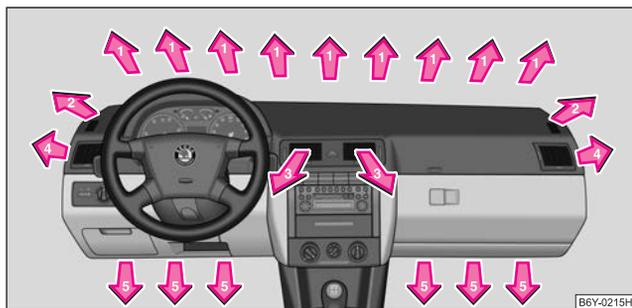

Abb. 86 Luftaustrittsdüsen
- Luftaustrittsdüsen 4 ⇒ Seite 78, Abb. 86 öffnen und zur Seitenscheibe richten.
- Luftaustrittsdüsen 3 und 4 ⇒ Seite 78, Abb. 86 öffnen.